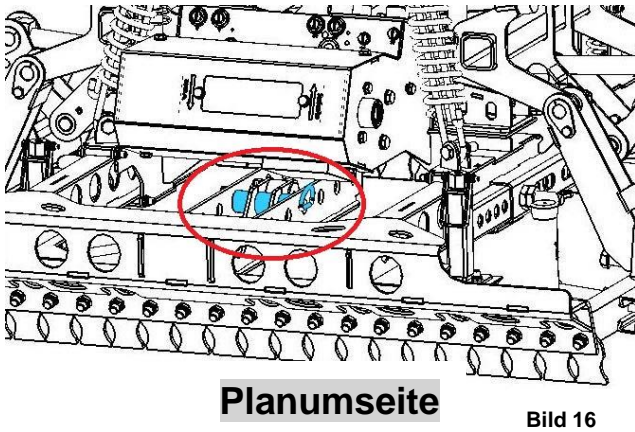

Bild 16
Klappsplint (4) am Steckbolzen (3) entfernen und anschließend Steckbolzen (3) entnehmen (siehe Bild 16+17).